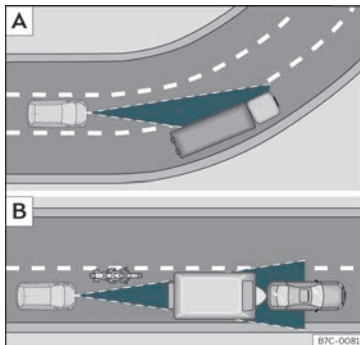

Fig. 173 A) Vehicle en un revolt. B) Motociclista circulant per davant fora del radi d'acció del sensor de radar.
L'ACC podria no detectar el vehicle preexistent en un revolt o podria regular la distància amb vehicles que es troben en altres carrils >>> **fig. 173 [A]**.
- Vehicles que circulin desalineats o fora de la zona de detecció del sensor, per exemple, motocicletes >>> **fig. 173 [B]**